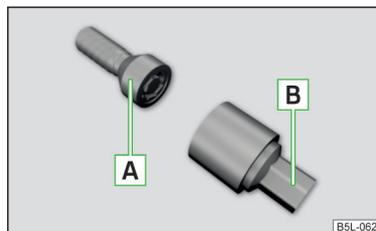

Abb. 212
Die Anti-Diebstahl-Radschrauben schützen die Räder vor einem Diebstahl. Diese können nur mithilfe des Adapters **B** » Abb. 212 gelöst bzw. festgezogen werden.
- › Den Adapter **B** » Abb. 212 mit der verzahnten Seite bis zum Anschlag in die innere Verzahnung im Kopf der Anti-Diebstahl-Radschraube **A** stecken.